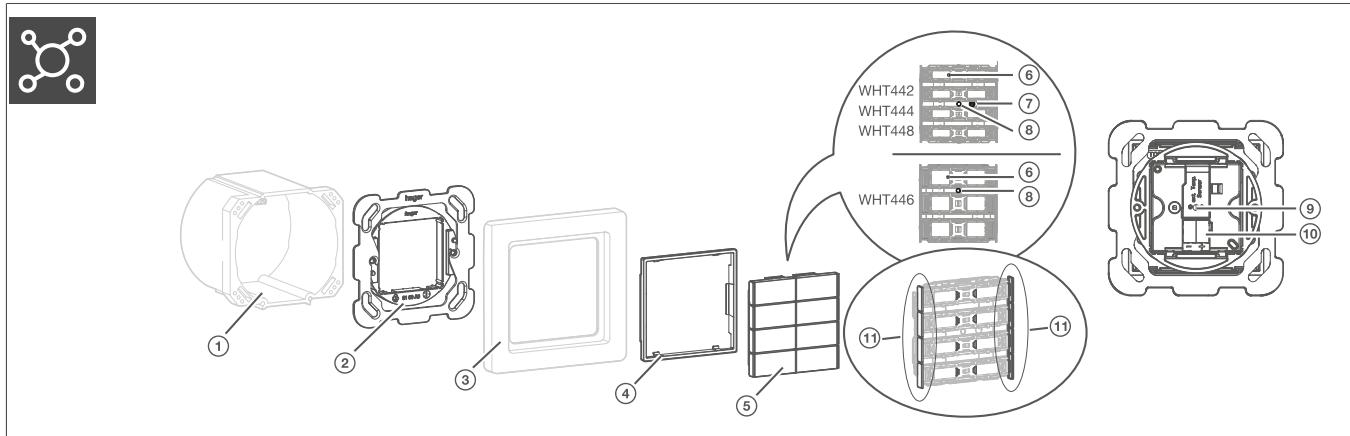

Fig. 5: Disegno e struttura del dispositivo
- ① Se disponibile, rilasciare i pulsanti utilizzando il pulsante di programmazione Fig. 5/7: Disegno e struttura del dispositivo.
- ② Fornire la tensione del bus.
- ③ Premere il pulsante di programmazione .
Il LED di programmazione Fig. 5/6: Disegno e struttura del dispositivo si accende.